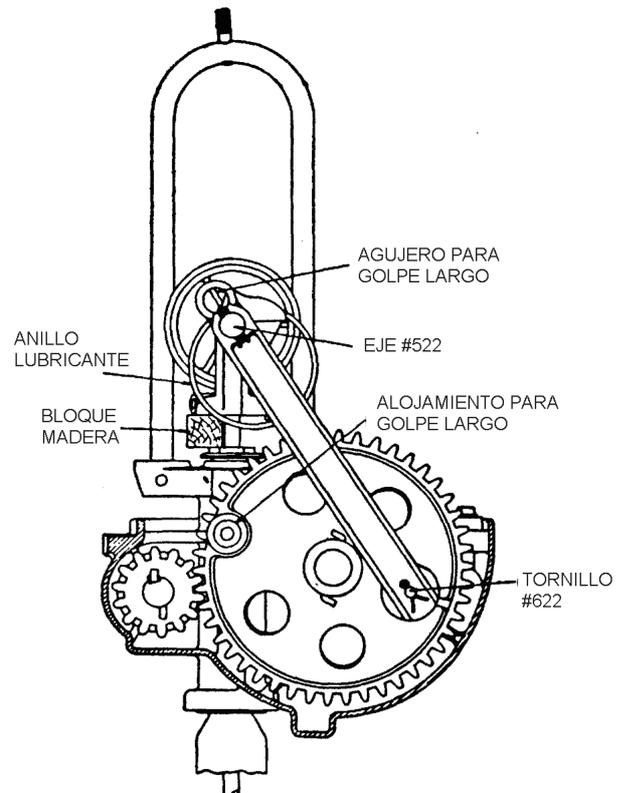

FIGURA 17
6. Gire los engranajes hasta que la biela quede en su punto más bajo, como se muestra en la Figura 17.